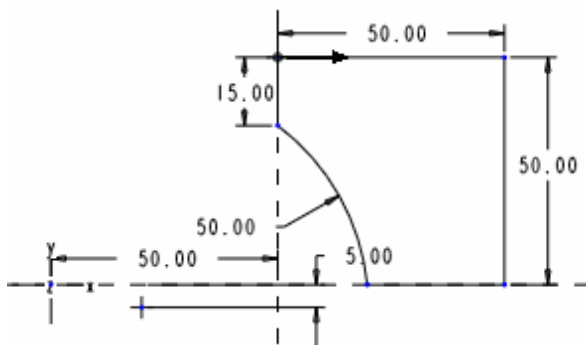

图 7-2
- (1) 选择 FRONT 基准面为草绘平面，以 RIGHT 基准面为参照面。
- (2) 在草绘环境中使用创建参照坐标系按钮 ，建立一个相对坐标系并标注此坐标系的位置尺寸，然后绘制第 1 个截面，如图 7-2 所示。